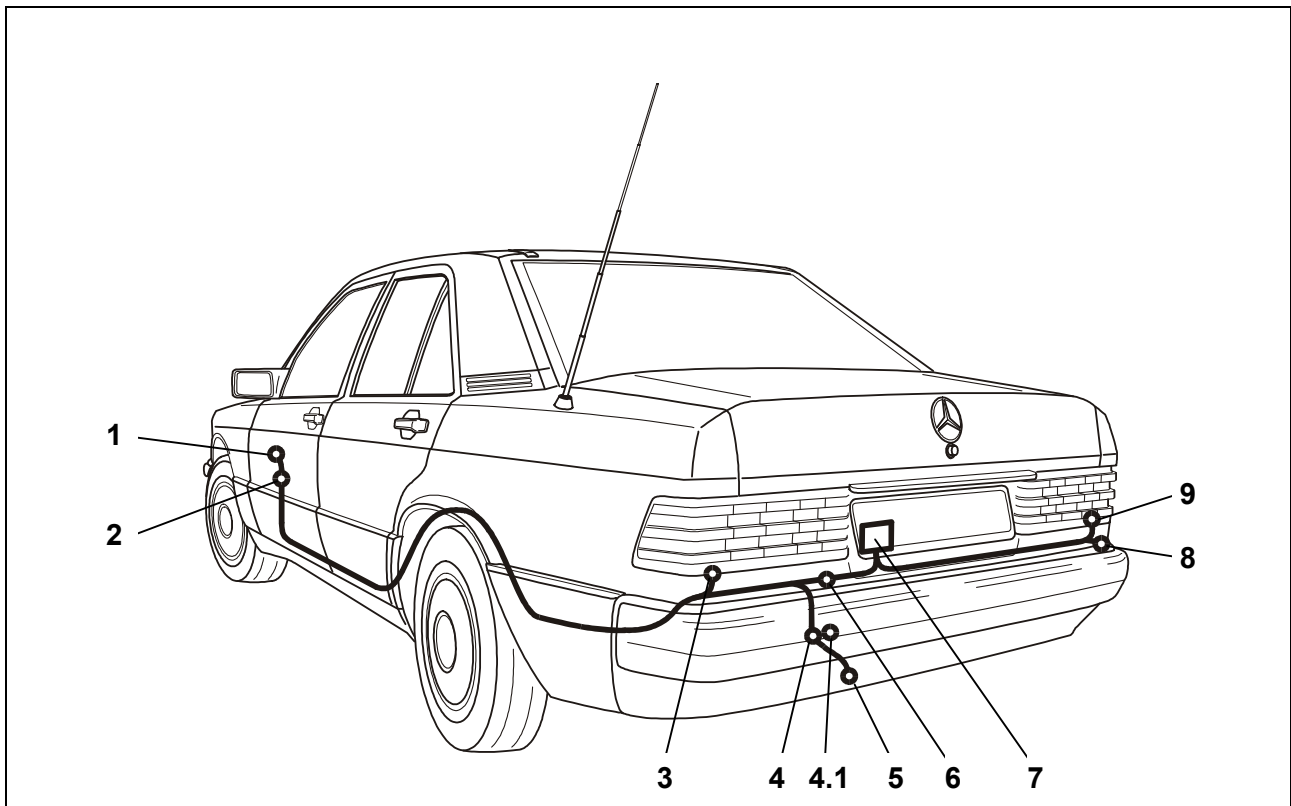

Fig. 1. : Aperçu du montage
4. Percer un trou de 19 mm pour le passage du câble dans la cavité pour la roue de secours à l'endroit adéquat (Fig. 1/4).
5. Faire passer l'extrémité de la prise femelle du conducteur de fil via le passage du câble (Fig. 1/4), en partant du coffre à bagages vers l'extérieur, jusqu'à la tôle de retenue de la prise (Fig. 1/5).
6. Insérer le passe-fil en caoutchouc dans le passage du câble (Fig. 1/4).
7. Percer un trou supplémentaire de 8 mm pour le passage du câble de l'ensemble de fils à 13 pôles dans la cavité pour la roue de secours à l'endroit adéquat (Fig. 1/4.1).
8. Faire passer l'extrémité de la prise femelle du conducteur de fil via le passage du câble (Fig. 1/4,1), en partant du coffre à bagages vers l'extérieur, jusqu'à la tôle de retenue de la prise (Fig. 1/5).
9. Insérer le passe-fil en caoutchouc dans le passage du câble (Fig. 1/4,1).
10. Remonter le joint de la prise de courant et connecter le conducteur de fils dans le bâti de la prise (Fig. 1/5) comme indiqué au paragraphe *Affectation de la prise de courant* et faire glisser vers le bas le joint en caoutchouc sur la prise.
11. Fixer la prise sur la plaque de retenue (Fig. 1/5) avec les vis et écrous fournis.